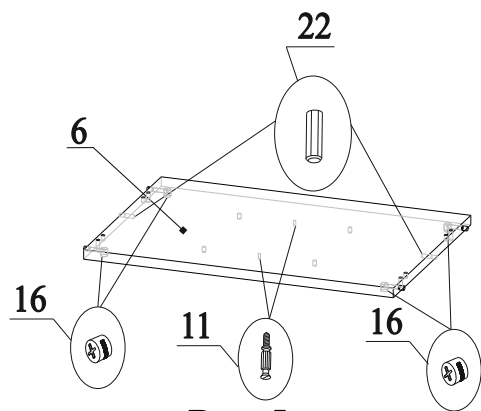

Рис.5
9. В отверстия на детали 6 вставить эксцентрики 16 стрелками к торцевым отверстиям (рис.5);
10. В торцы детали 6 вставить шканты 22 (рис.5);
11. В отверстия на детали 6 вкрутить дюбеля 11 (рис.5);